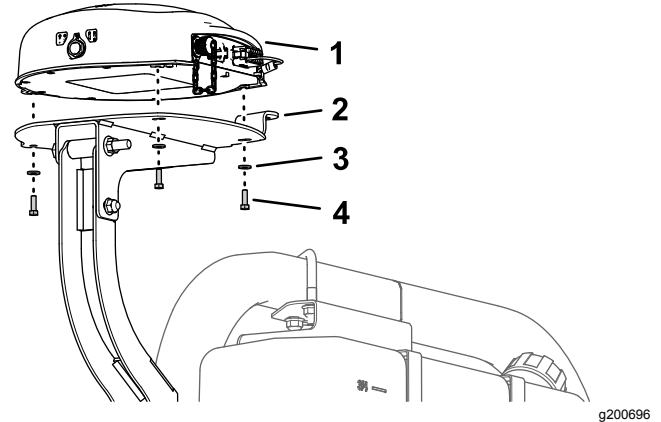

Figura 156
1. Alinhe os três roscados na base do recetor de navegação com os três orifícios na montagem do recetor (Figura 156).
2. Monte o recetor na montagem (Figura 156) com os três parafusos com cabeça sextavada (5 x 16 mm) e as três anilhas (5 mm).